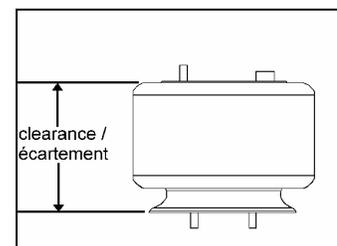

FIGURE 4 : MESURE DE L'ÉCARTEMENT
5. Les membrures verticales de suspension étant supportées, baisser le véhicule jusqu'à ce que l'écartement des ressorts pneumatiques soit de $11 \frac{11}{16} \pm \frac{1}{4}$ " (297±6mm). La mesure de l'écartement doit être mesurée entre les deux supports des ressorts (figure 4).
5. La membrure verticale de suspension étant supportée, baisser le véhicule jusqu'à ce que l'écartement du ressort pneumatique soit de $11\frac{11}{16} \pm \frac{1}{4}$ " (297±6mm). La mesure de l'écartement doit être mesuré entre les deux supports du ressort (figure 4).